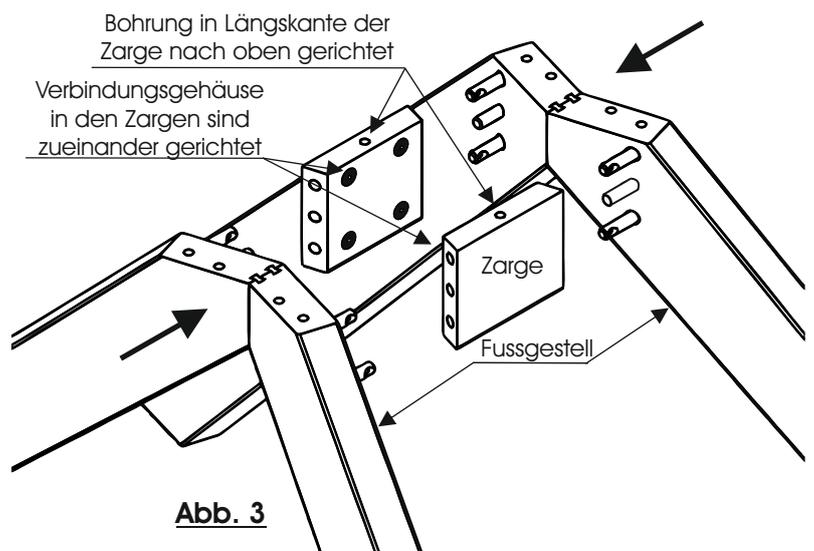

Abb. 3
5. Zur Verstärkung der Bank wird nun eine Querstrebe verschraubt. Positionieren Sie die Strebe entsprechend Abbildung 3 und verschrauben Sie diese mit vier Ø6x70mm Flachrundkopfschraube sowie je einer Unterlegscheibe. (Abb. 3)
4. Fügen Sie die beiden Gestelle und die beiden Zargen zusammen. Achten Sie darauf, dass die Verbindungsgehäuse zueinander stehen und dass die einzelne Bohrung in der Längskante der Zarge nach oben gerichtet ist. (Abb. 3)